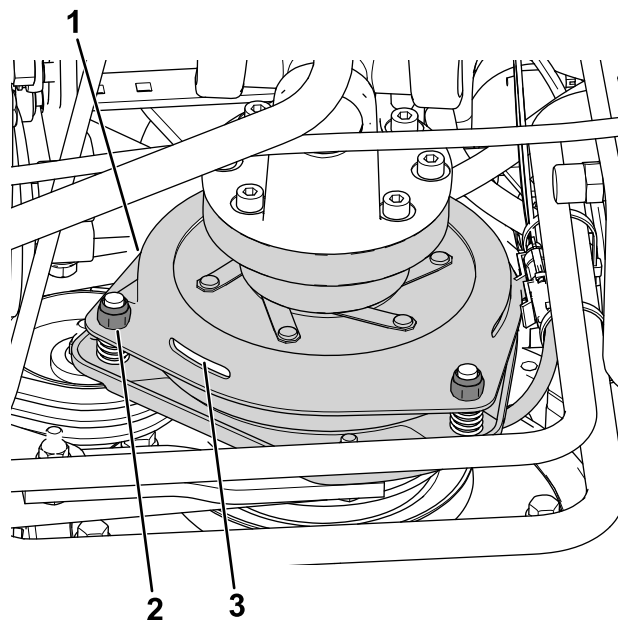

Bild 76
3. Stellen Sie den Abstand so ein, dass eine 0,3 mm Fühlerlehre mit leichtem Druck zwischen die Kupplungsauskleidung und die Bremsscheibe passt (Bild 76).
Hinweis: Drehen Sie die Einstellmutter nach rechts, um den Abstand zu verringern (Bild 76). Der maximale Betriebsabstand beträgt 0,6 mm. Stellen Sie alle drei Luftspalte auf 0,4 mm ein.